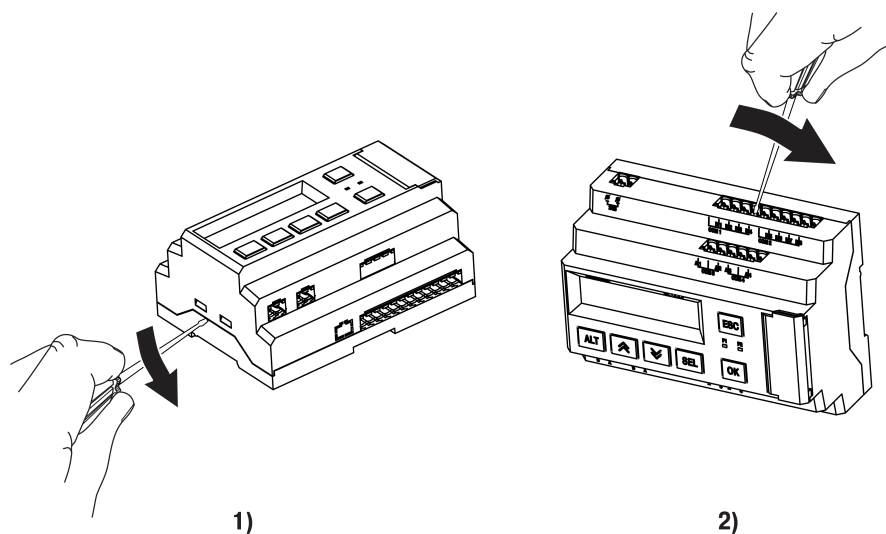

Рисунок 8.1 – Схема разборки ПР200. Снятие верхней крышки
2. Снять верхнюю крышку. Для этого отверткой вывести из зацепления защелки основания из отверстий в торцевых поверхностях крышки (см. рисунок 8.1, 1). Приподнять крышку над основанием.
3. Отверткой отогнуть крышку от разъемов на среднем уровне с двух сторон (см. рисунок 8.1, 2). Усилие следует прикладывать у нижних разъемов.